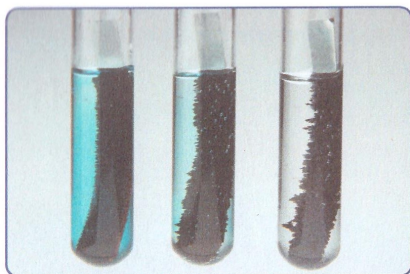

Рис. 67. Взаимодействие цинка с раствором сульфата меди(II)
Реакция между цинком и раствором сульфата меди(II) протекает согласно уравнению (рис. 67):